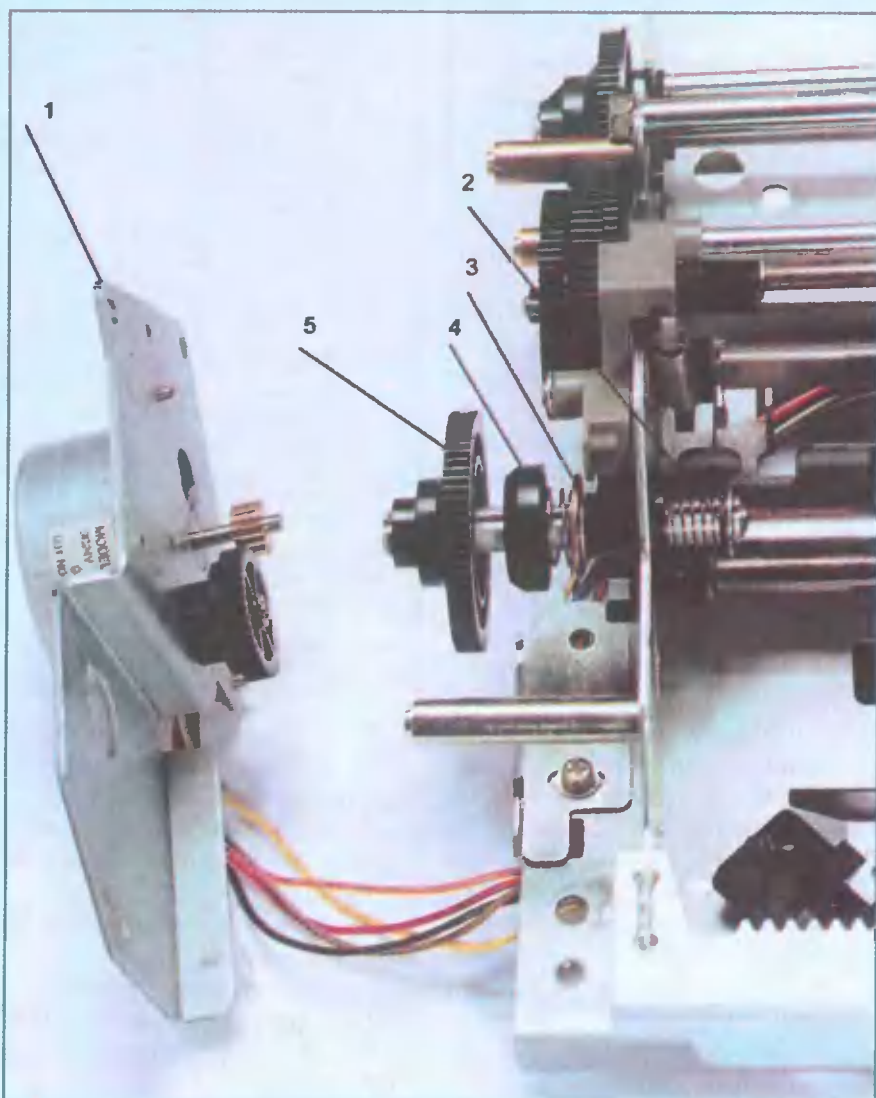

Рис. 1
**1.** В режиме автозаправки бумаги печатко работает узел механизма, управляющий бумаго-прижимной планкой. Причина дефекта — деформация пружины (рис. 1, поз. 3), из-за чего за время движения каретки печатающей головки в крайнее левое положение и при нажатии на шток (рис. 1, поз. 4) муфта (рис. 1, поз. 1, 2) не срабатывает (пробуксовывает) и бумагоприжимная планка не отводится от бумагоопорного вала.
Дефект устраняют следующим образом. Удаляют весь печатающий механизм из корпуса принтера, отвинчивают платформу с двигателем подачи бумаги (рис. 1, поз. 5), разбирают муфту (рис. 1, поз. 1, 2, 3), извлекают пружину и слегка растягивают ее. Возможен также более простой и вполне надежный способ устранения дефекта. В том месте, где пружина (рис. 1, поз. 3) муфты упирается в шайбу, на ось штока (рис. 1, поз. 4) навивают один-два витка медного провода диаметром 2 мм и пронаивают образовавшееся кольцо. Пружина при этом слегка сжимается и узел работает надежно.